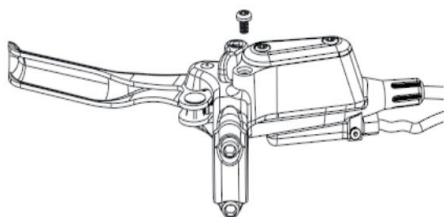
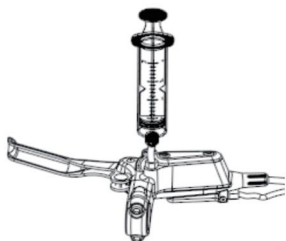

Figure 5-1 Retirez la vis de remplissage d'huile du frein à disque
Figure 5-2 Insérez le raccord de remplissage d'huile dans le corps du frein à disque
- ①Tout d'abord, placez le réservoir d'huile de frein à disque parallèle au sol, puis utilisez une clé Torx T15 pour retirer la vis d'étanchéité du réservoir d'huile et vissez le mamelon d'huile M6 (comme indiqué sur la figure 5-1).
- ②Placez le tuyau transparent sur l'extrémité supérieure de la buse d'admission d'huile M6 et connectez l'autre extrémité du tuyau au tuyau en plastique.
- ③Utilisez le tuyau transparent connecté à la seringue d'admission d'huile pour absorber une quantité appropriée d'huile de frein du réservoir de stockage d'huile. Assurez-vous qu'il n'y a pas de bulles dans le tuyau, puis placez-le dans la buse d'admission d'huile du corps principal (comme indiqué sur la figure 5-2)